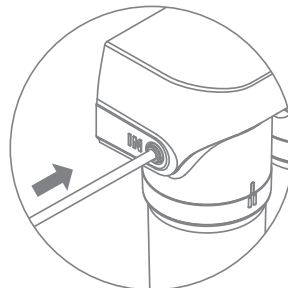

Рис. 16
- вставьте до упора трубку зеленого цвета на вход фильтра – «IN» на скобе (рис. 16).